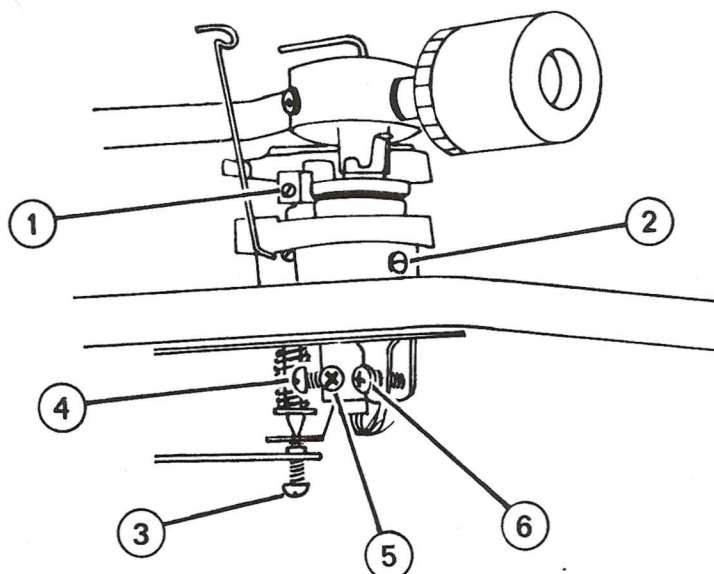
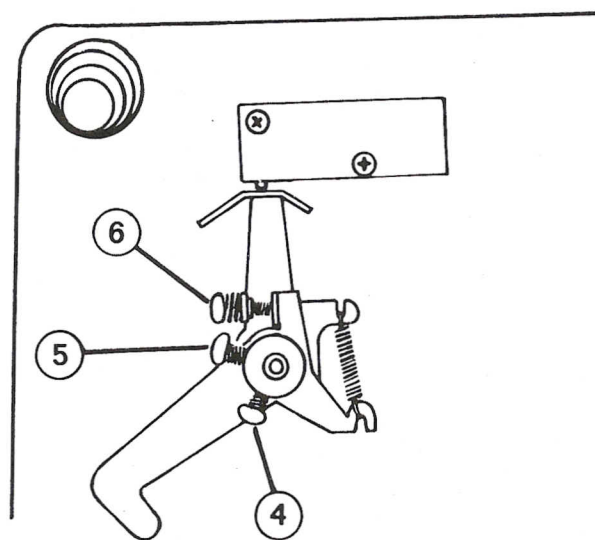

Fig. 7. Demontering av pickuparm
Fig. 8. Justeringsskruer, pickuparm
2.6 Demontering av pickuparm, (fig. 7)
- Løs skruene (2), (4) og (5), (fig. 7).
- Ved montering, sett pickuparmen på plass og fest den på pickuparmstøtten. Skru inn skruen (2).
- Sett pickup-platen i den stilling der den holder mikrobryteren inntrykket, og skru inn skruene (4) og (5), se fig. 8.
Det er sleidearmens posisjon i forhold til pickuparmen som bestemmer når auto-returnfasen skal starte, og dette forholdet kan finjusteres med skruen (6) fig. 7.
- Pickupstiftens høyde over gramfonplaten skal under returfasen være ca 7 mm. Hvis justering er nødvendig løs skruene (1) fig. 7 og juster løftekamens høyde.
- Om nødvendig, juster med skruen (3) fig. 7.
2.6 Dismantling the pick-up arm (fig. 7)
- Remove screws (2), (4) and (5), fig. 7.
- When assembling, put the pick-up arm in position and fix it to the arm support. Screw home screw (2).
- Put the pick-up plate in the position where it holds the microswitch depressed and screw home the screws (4) and (5), see fig. 8.
It is the slide arms position in relation to the pick-up arm that determines when the auto-return phase should start and this relationship can be finely adjusted with screw (6), fig. 7.
- The pick-up needles height over the record should be about 7 mm (1/4") during the return phase. If adjustment is necessary, loosen screw (1) in fig. 7 and adjust the lifting cams height.
- If necessary adjust with screw (3) fig. 7.
- Undersøk fjær og skruer på pickup-plate (fig. 7).
- Check the spring and screws on the pick-up plate (fig. 7).